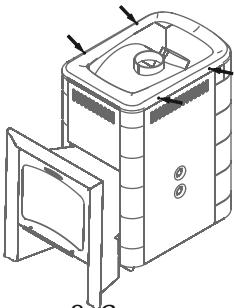

Рисунок 8. Саморезы для демонтажа рамки конвектора
1. Снять рамку конвектора, открутив 4 самореза (рисунок 8);